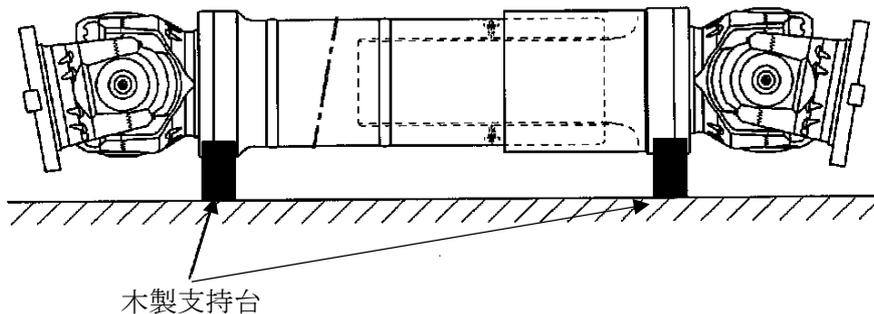

図 6 保管方法
- 長期保管する場合は、木製の支持台に載せ、両側のクロスキット部(クロス・ベアリング)に無理な力がかからないようにして下さい(図6)。また、 塵埃を避けるため、必ず布やビニール製のシートを覆って下さい。長期保管した物を使用するときは十分に給脂を行った後ご使用願います。給脂については8頁「5. 給脂」をご参照下さい。